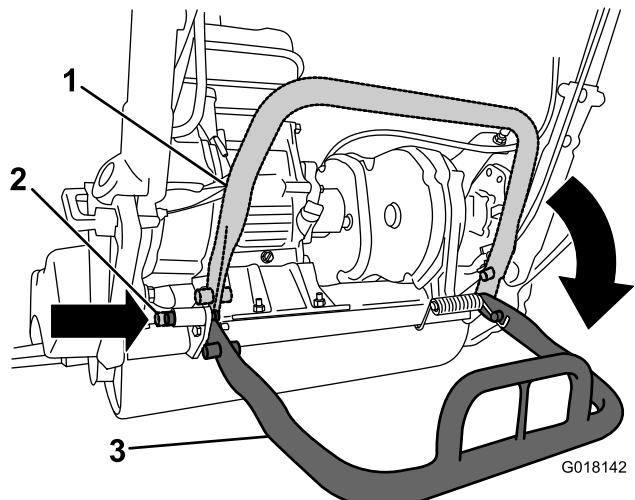

図 21
- リールを外している間にユニットが倒れないよう、キックスタンドを下げる、ロッキングピンを差し込んでキックスタンドを整備位置にロックします（図 21）。